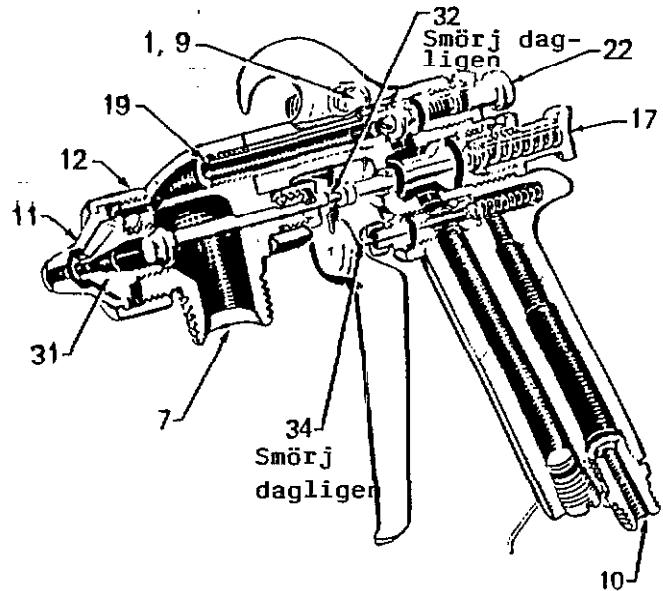

Fig 1
- 1 Anslut en jordad färgslang till till 3/4 npt(m) nippeln (7). Se fig 1.
- 2 Anslut en jordad luftslang till 3/8 npsm(f) nippeln (10). Se fig 1.